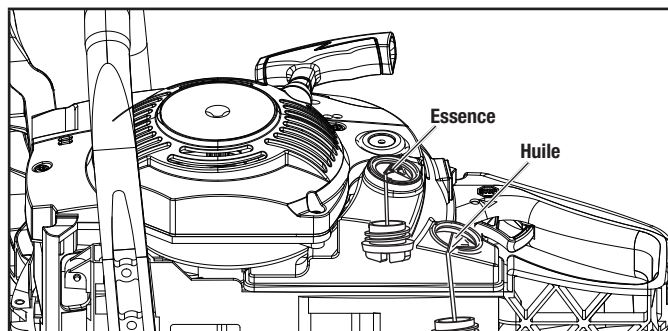

Figure 2
2. Retirez le bouchon de carburant (Fig. 2).